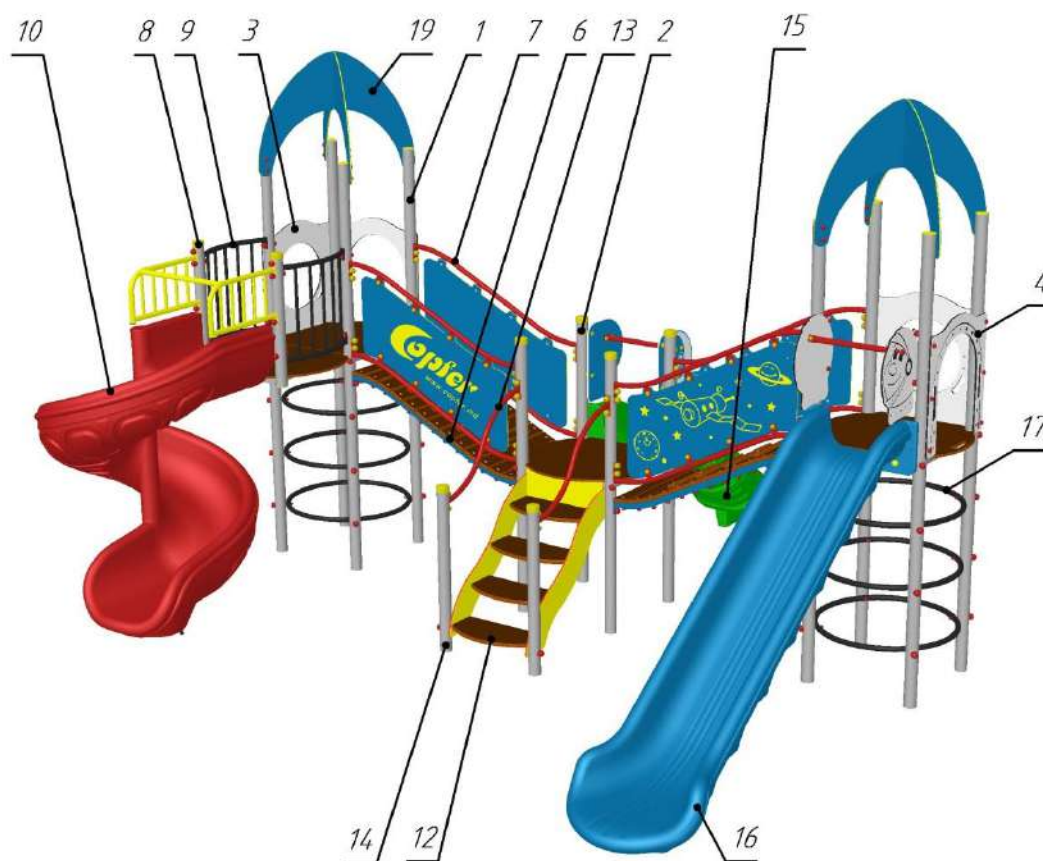

Рис.1 Общий вид детского игрового комплекса РТР 21-08-Т1
4.1. Игровой комплекс РТР 21-08-Т1 (см. рис.1) представляет собой модульную конструкцию и состоит из двух башен **1** (высота площадки 1500мм) и башни **2** (высота площадки 1000мм), оснащенных защитными ограждениями – «Иллюминатор» **3** и «Арка» **4**. Башни соединены двумя переходами-волна **6** с перилами **7**. По сторонам башен смонтированы балкон **8** с ограждениями **9**, винтовая горка **10** (высота-1500мм), лестница **12** с перилами **13**, закрепленные на опорных столбах **14**, малая горка **15** (высота-1000мм) и большая горка **16** (высота-1500мм). В нижних частях башен **1** смонтированы кольца **17**, образующие две лестницы, а на верхних – крыши **19**.